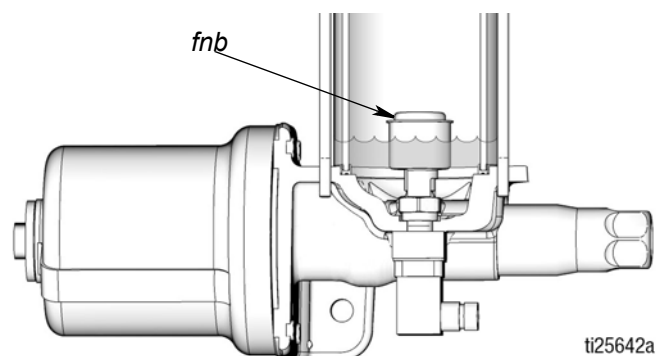

FIG. 10: Flotteur de l'indicateur de niveau bas en bas
Au fur et à mesure que l'huile est distribuée, le flotteur de l'indicateur de niveau bas descend. Lorsque l'huile contenue dans le réservoir atteint le niveau bas, le flotteur en position de butée basse (voir la FIG. 10) ouvre l'interrupteur de niveau bas normalement fermé et un signal de niveau bas est envoyé au régulateur (J) du lubrificateur.